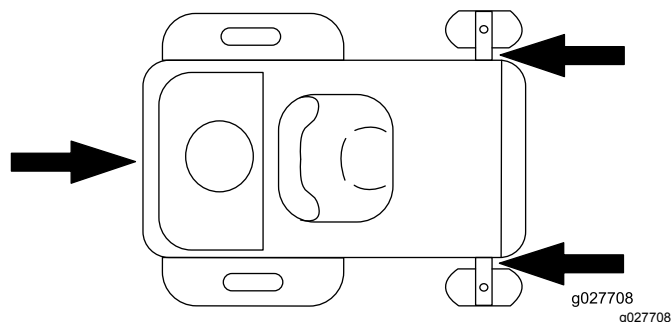

Figura 26
5. Ancorate la macchina vicino alle ruote orientabili anteriori e al paraurti posteriore (Figura 26).